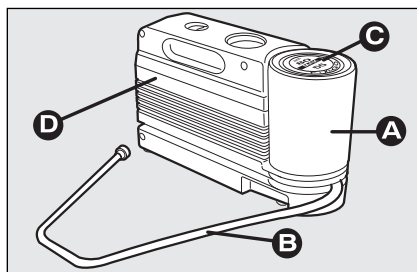

fig. 1
O kit **fig. 1** compreende:
- ☐ um compressor **D-fig. 1** completo de manómetro e junções, que se encontram no vão;